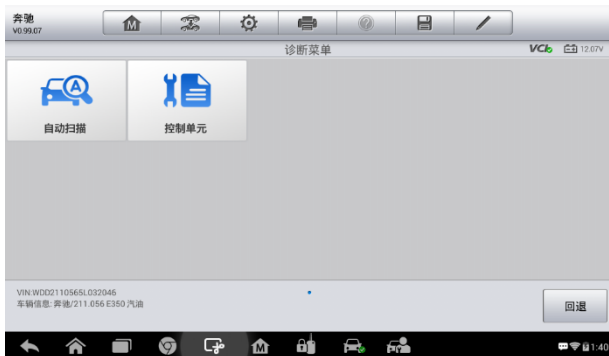

图 4-2 “诊断菜单”界面示图
5. 点击【完成】，系统将在几秒钟内通过输入的 VIN 码识别车辆，识别成功后，系统会直接引导进入“诊断菜单”界面。(图 4-2)